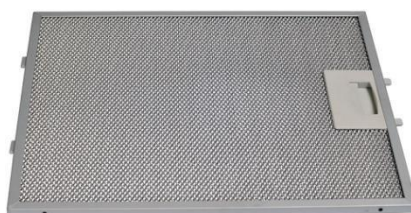

Рис. 2
2. Снимите алюминиевый жирособирающий фильтр (рис. 2).
7. Установите жирулавливающий фильтр (рис. 2).